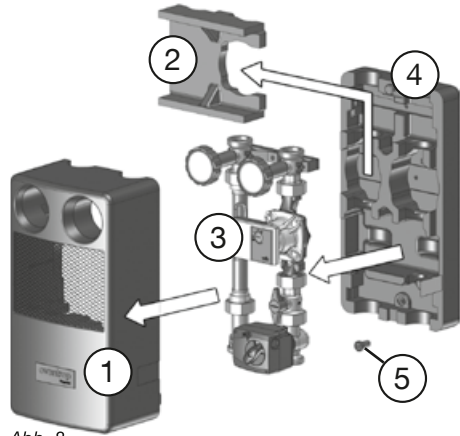

Abb. 8
6. Distanzstück (5, mitgeliefert) in untere Bohrung der Unterschale (4) einsetzen (Abbildung 8).
7. Armaturengruppe (3) in Unterschale (4) einsetzen.
8. Station (Armaturengruppe mit Unterschale) mit mitgelieferten Sechskant-Schrauben (SW 12) an Wand befestigen. Fixiert wird die Station oben mit der integrierten Wandhalterung (3a) und unten über das in die Unterschale eingesetzte Distanzstück (5).
9. Einlegeblock (2) einsetzen.